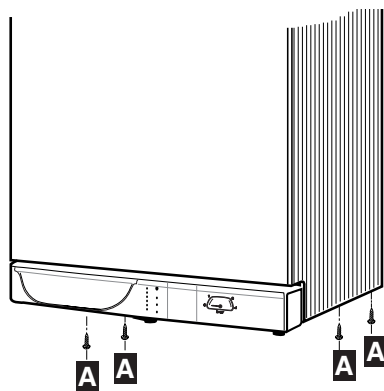

Fig. 19
La chaudière est livrée réglée pompe grande vitesse, by-pass à moitié fermé, TA coupe pompe, puissance maxi, fonctionnement modulant. Si l'installation le nécessite, il est possible d'effectuer des réglages particuliers (fig. 19).
- visser les 4 vis **A** de fixation de l'habillage, situées en partie inférieure (fig. 19).